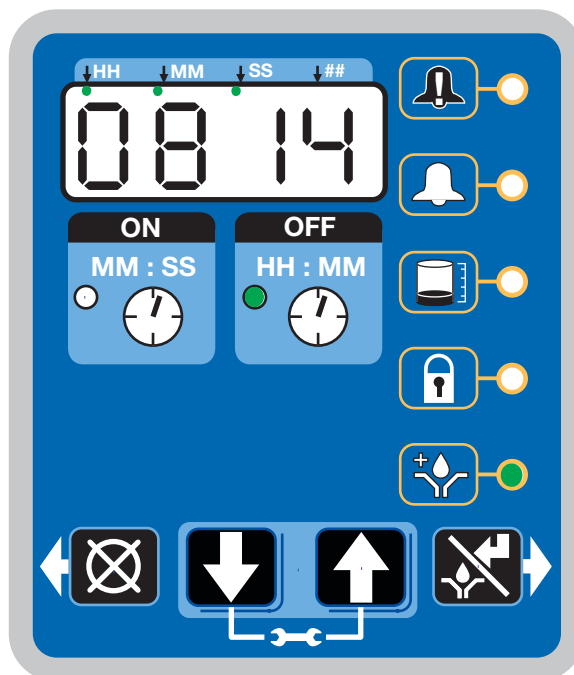

FIG. 34
- Se enciende el LED junto al reloj en el campo OFF (FIG. 34).
- Se ilumina el LED de prelubricación (FIG. 34).
- La pantalla muestra el tiempo restante hasta que comienza el ciclo de lubricación. El ejemplo mostrado en la FIG. 34 indica 8 minutos y 14 segundos restantes hasta que comience un ciclo de lubricación.